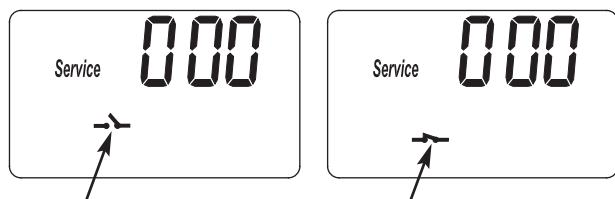

FIG. 37
3. Los símbolos en la pantalla indican el funcionamiento del interruptor POSITION (Posición) (vea la Fig. 37).